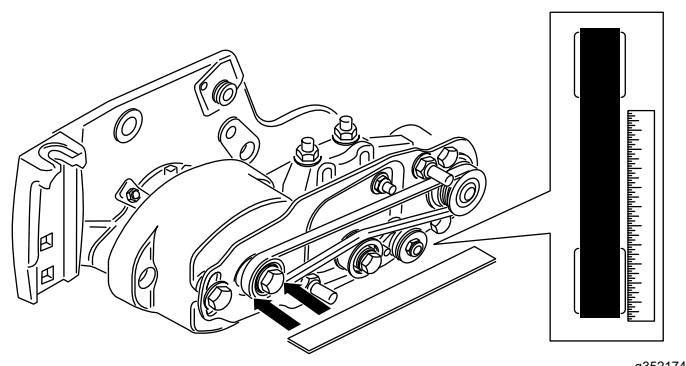

Figure 17
- Placez une règle le long de la face extérieure de la poulie **d'entraînement** (Figure 17). Ne placez **pas** la règle en travers des poulies d'entraînement et menée.